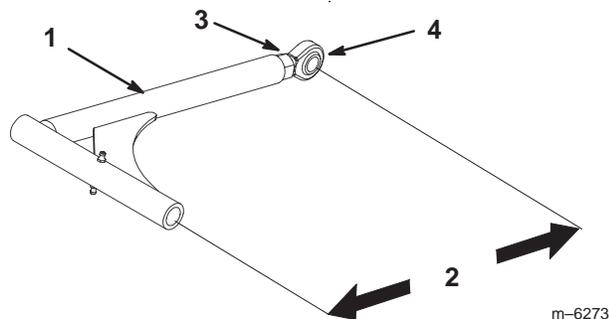

Figure 64
9. Si la poulie de renvoi fixe touche l'extrémité de la fente de réglage et si la courroie a besoin d'être tendue davantage, il est possible de modifier légèrement la longueur des bras de poussée (Fig. 64).